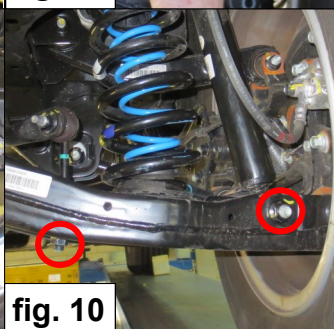

fig. 10
10. Monteer de onderste schokdemperbout en de moer van de stabilisatorstang. *Zie fig. 10.*
10. Mount the lower shock absorber bolt and the lower nut of the stabilizer. *See fig. 10.*
10. Montieren Sie die untere Stoßdämpferschraube und untere Mutter vom Stabilisator. *Siehe Fig. 10.*
10. Installez le boulon de choc inférieur et l'écrou de la stabilisation. Voir fig. 10.
10. Installera den nedre stötbulten och muttern från stabilisatorn. Se fig. 10.
10. Instale el perno inferior del amortiguador y la tuerca del estabilizador. Véase fig. 10.